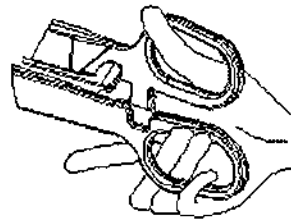

Figura. 7
3. Cuando el tejido que se encuentra en la posición exigida y otros trabajos preliminares es completado, empuje hacia abajo la barra de seguridad en la dirección que se muestra en la ilustración 6 y estar listo para el bloqueo. Cuando el bloqueo, agarre el anillo asas y empujar el bloqueo superior hacia la parte inferior de los dientes de bloqueo hasta que estén totalmente bloqueados juntos y el cirujano oye un sonido "crack". Compruebe los dientes de bloqueo superior e inferior están estrechamente bloqueado y muestra la sutura se ha completado (Ver la figura 7).